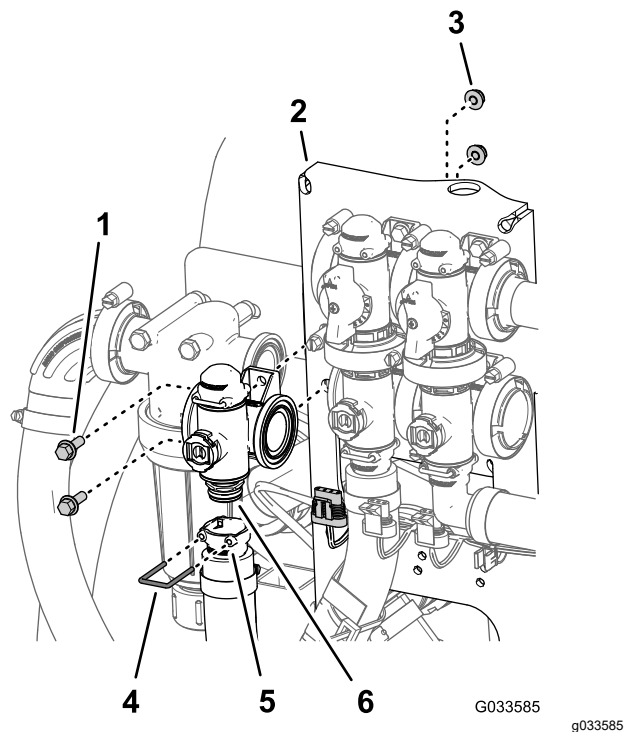

Figura 114
2. Retire o retentor que fixa a união de saída ao coletor para a válvula de controlo de aplicação (**Figura 114**).
3. Retire os dois parafusos de cabeça flangeada (1/4 pol. x 3/4 pol.) e as duas porcas flangeadas (1/4 pol.) que prendem a válvula de controlo de aplicação à montagem da válvula e retire o coletor da válvula da máquina (**Figura 114**).